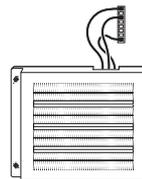

Рис. 14
7. Подключите нагревательный элемент к разьему «мама» в приборе. Убедитесь, что соединение «мама-папа» надежно зафиксировано до щелчка (рис. 14).